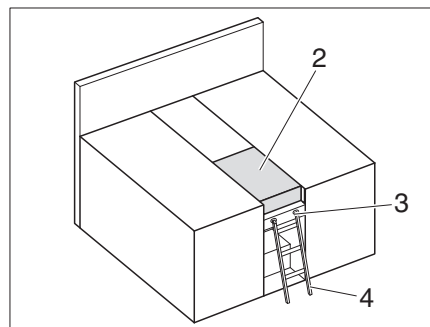

Bild 172 Dubbelsäng
- Lägg på extradynor (Bild 172,2).
Stega För att komma upp i den övre sängen ska man använda den seriemässigt medföljande stegen (Bild 172,4).
Haka fast: ■ Haka fast stegen (Bild 172,4) med krokarna i hållaren (Bild 172,3) på ramen.